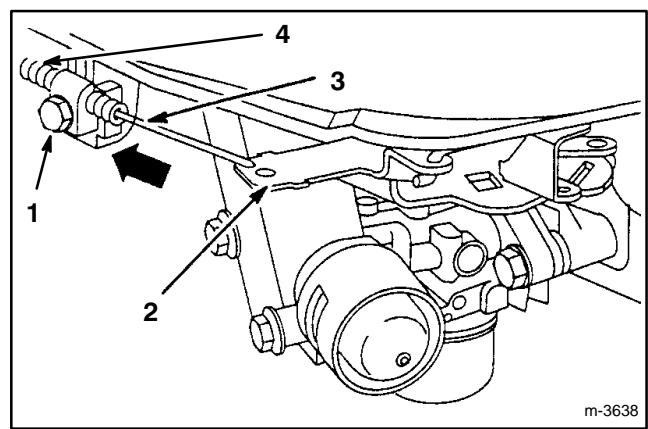

Abbildung 23
- Die Kabelklemmschraube lösen, bis der Gaszug rutscht (Abb. 23).
- Reglerhebel, Gaszug und Gehäuse so weit wie möglich in Pfeilrichtung bewegen (Abb. 23).